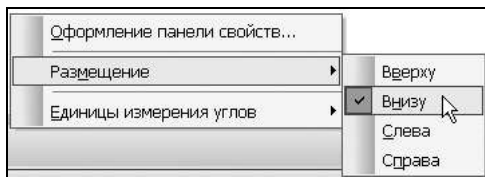

Рис. 2.17. Настройка размещения панели свойств
- *Панель свойств* находится под окном документа. Пока не вызвана ни одна команда, она остается пустой. При вызове какой-либо команды здесь появляются элементы управления: координаты характерных точек, длины отрезков, углы проведения линий, радиусы окружностей и т. д. По умолчанию панель свойств находится в нижней части окна документа, однако в ряде случаев бывает удобно, когда панель свойств прикрепляется к другой границе окна. Для этого служат команды **Вверху**, **Внизу**, **Слева**, **Справа** из контекстного меню **Размещение** (рис. 2.17). Чтобы вызвать контекстное меню, надо установить курсор на панели свойств и щелкнуть правой кнопкой мыши;